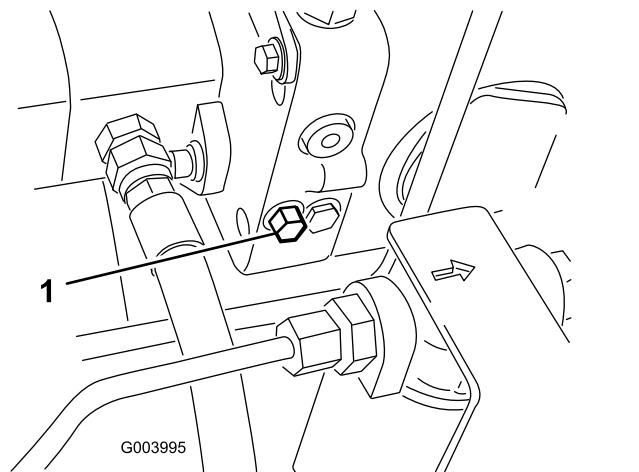

Figure 62
1. Localisez la vanne de dérivation sur le côté gauche de l'hydrostat (Figure 62).